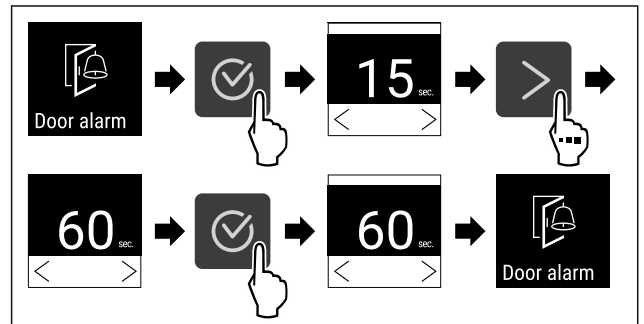

Fig. 104
- ▶ Obavite korake postupka (pogledajte Fig. 104) .